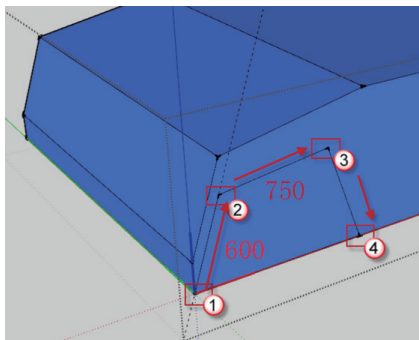

图 2.11 绘制直线
(1) 绘制直线。按 L 快捷键发出“直线”命令。以①为起点，沿参考线绘制长度为
600mm 的直线。再以②为起点，绘制长度为 750mm 的直线，最后以③为起点，绘制直线，如图 2.11 所示。